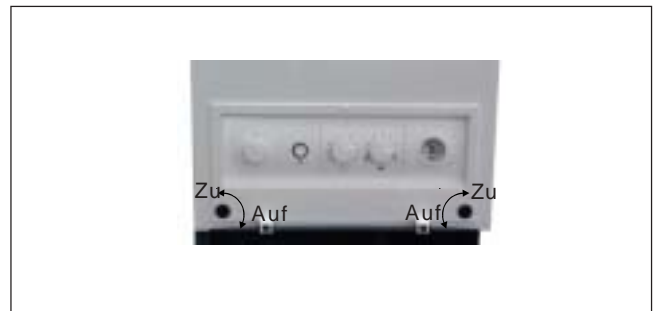

Bild 2 : Abnehmen des Verkleidungsdeckels
- Nehmen Sie den Verkleidungsdeckel ab, **Bild 2**.